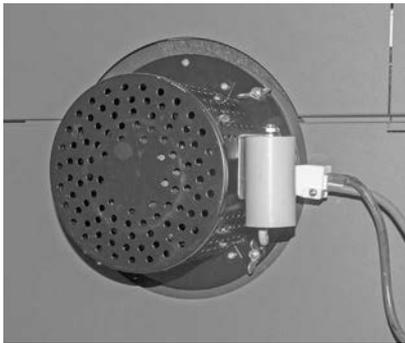

Fig. 94 Montare il ventilatore gas combusti e inserire la spina
- Montare il ventilatore gas combusti con i 4 dadi ad alette e inserire la spina del ventilatore – Fig. 94.